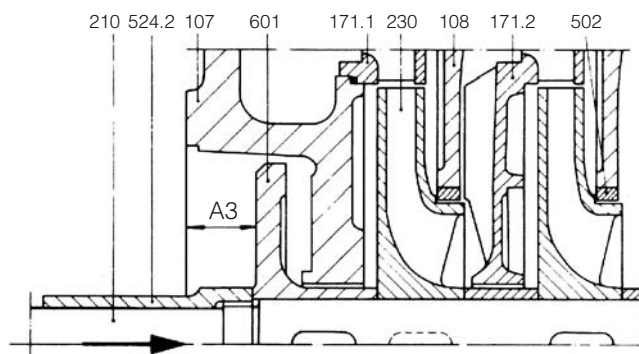

Fig. 44
01. Montar o disco de equilíbrio (601), deixando-se de montar o contra-disco (602) para se tirar a folga total da bomba (Fat).
03. Empurrar o eixo na direção da sucção (sentido da seta) até os rotores (230) encostarem nos anéis de desgaste (502). Obter então a medida "A3" (vide Fig. 44).